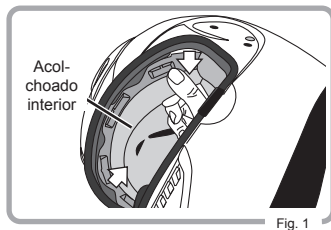

Fig. 1
- 1 Segurar o capacete conforme demonstrado na Fig.1 e remover a entretela da zona da têmpora, individualmente, dos lados esquerdo e direito.
- 1 Inserir o gancho de união ao centro do acolchoado interior, passando pela fenda de fixação do capacete, conforme demonstrado na Fig. 1. Δ é a guia de fixação.
- 1 Consultar a fig. 1 e verificar as partes dianteira e posterior da proteção contra o vento.